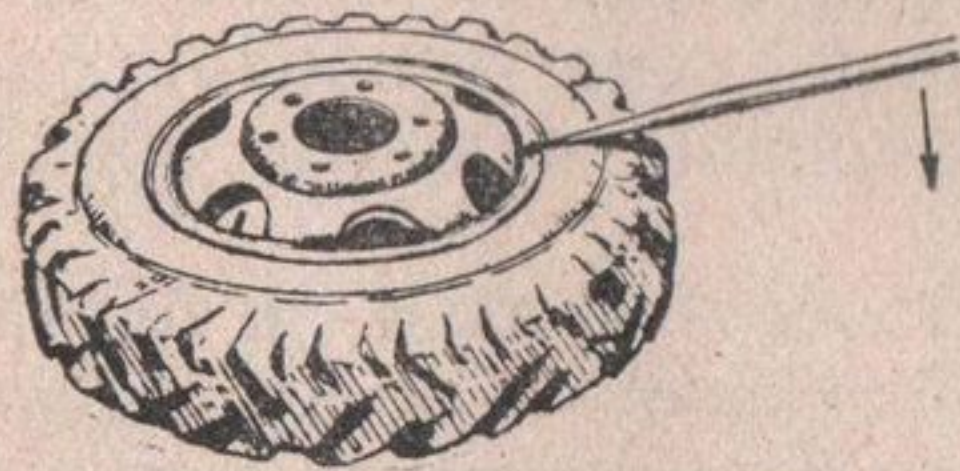

Рис. 24. Снятие бортового кольца
4. В просечку на конце бортового кольца ввести тонкий конец прямой лопатки (рис. 24) и отжать его из замочной канавки обода.